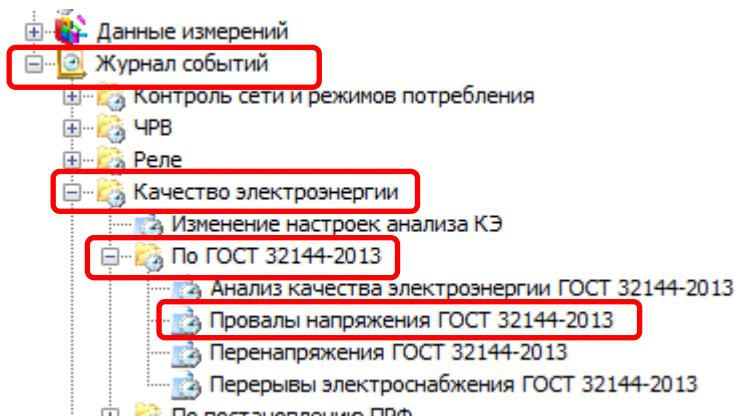

Рисунок 116 - Чтение журналов на вкладке «Провалы напряжения»
6.6.3.6 В ПО *AdminTools* журнал можно считать на странице [«СEx08\(IEC61107\) → Журнал событий → Качество электроэнергии → По ГОСТ 32144-2013 → Анализ качества электроэнергии ГОСТ 32144- 2013 → Провалы напряжения ГОСТ 32144- 2013»](#) (см. рисунок 116).
6.6.5.1 Факт и длительность каждого прерывания электроснабжения фиксируется в журнале «Перерывы электроснабжения ГОСТ 32144-2013» (см. п. 6.18)), расположенного в ПО *AdminTools* на вкладке «Журнал событий→Качество электроэнергии по ГОСТ 32144-2013→Измерение показателей качества и анализ качества» (см. рисунок 116).